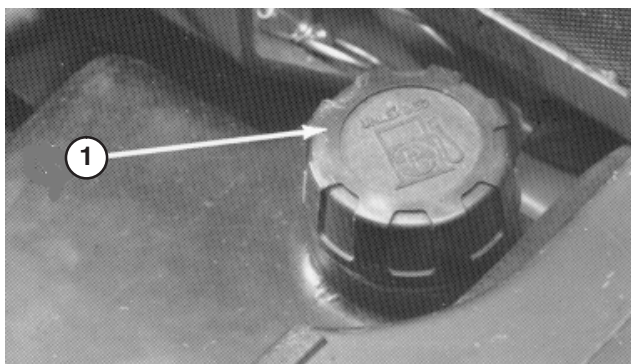

Bild 24
1. Kippen Sie den Sitz nach vorne und stützen Sie ihn mit der Stützstange ab, damit er nicht zurückfallen kann. Wischen Sie den Bereich um den Tankdeckel herum mit einem sauberen Lappen ab (Bild 24).